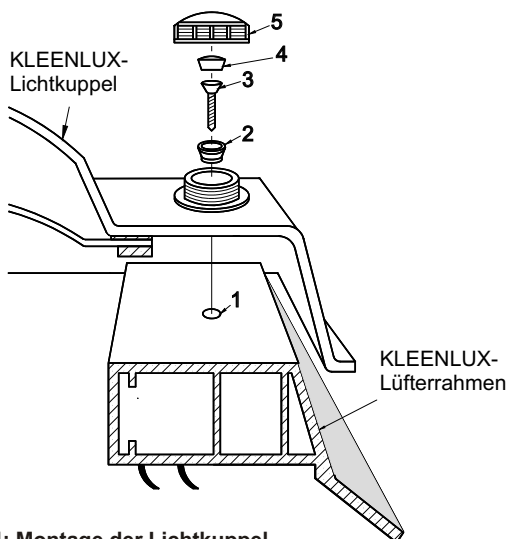

Abb. 4: Montage der Lichtkuppel.
- ❶ Schrauben Sie zu Beginn der Montage die vorhandenen Schraubkappen der Lichtkuppel ab.
- ❷ Stechen Sie mit einem spitzen Werkzeug mittig in die Sicherungskappen und heben diese vorsichtig heraus (Abb. 4, Pos. 4).
- ❸ Drehen Sie die Schrauben der Lichtkuppel heraus und nehmen diese zusammen mit den O-Ringen aus den Schraubstellen.
- ❹ Nehmen Sie die Lichtkuppel vom Aufsatzkranz ab und stellen sie vorsichtig beiseite.
- ❺ Entfernen Sie vor Montage des Lüfterrahmens ggf. vorhandene Verschmutzungen vom Aufsatzkranz.
- ① Legen Sie die Lichtkuppel auf den Lüfterrahmen und richten sie nach allen Seiten gleichmäßig aus.
- ② Zeichnen Sie die Bohrlöcher durch die Schraubstellen der ausgerichteten Lichtkuppel an.
- ③ Nehmen Sie die Lichtkuppel ab und stellen Sie diese vorsichtig beiseite. Durchbohren Sie die angezeichneten Stellen mit \varnothing 3mm (Abb. 4, Pos. 1).
- ④ Legen Sie die Lichtkuppel wieder auf den Lüfterrahmen und richten sie so aus, dass Schraubstellen und soeben ausgeführte Bohrungen direkt übereinander liegen.
- ⑤ Legen Sie die O-Ringe in die Schraubstellen der Lichtkuppel (Abb. 4, Pos. 2).
- ⑥ Schrauben Sie die Lichtkuppel auf den Lüfterrahmen (Abb. 4, Pos. 3). **ACHTUNG:** Schrauben nicht zu fest anziehen, ca. 1mm Spiel ist am Befestigungsrand der Lichtkuppel erforderlich (sichtbar an den O-Ringen der Schraubstellen)!
- ⑦ Drücken Sie die Sicherungskappen fest in die Schraubstellen der Lichtkuppel (Abb. 4, Pos. 4).
- ⑧ Schrauben Sie zum Abschluss die Schraubkappen auf die Schraubstellen der Lichtkuppel (Abb. 4, Pos. 5).